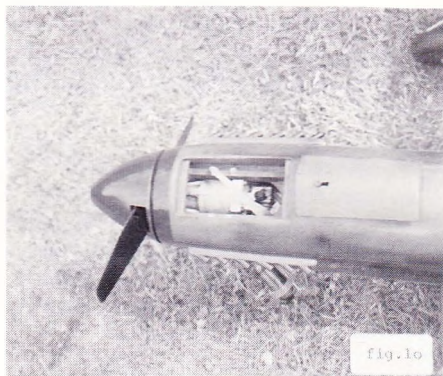

fig.10
- Lav låg over teknikrum af 10 mm balsa og lukketøj af 1 eller 2 canopylåse (fig. 10).